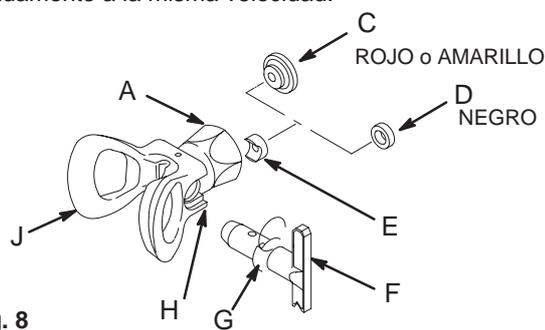
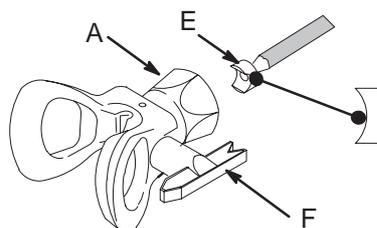

Fig. 8
Fig. 9
Descomprimir. Instalar una boquilla (F) de manera que la brida (G) en el cilindro encaje en las ranuras (H) en la base de la protección de la boquilla de pulverización (J). Véase la Fig. 8. Colocar el asiento (E) en un lápiz, con el lado curvo hacia afuera, tal como se muestra en la Fig. 9. Guiar el asiento dentro de la tuerca de retención (A) y girar el asiento hasta que esté a horcajadas en el cilindro de la boquilla de pulverización (F). Dejar caer la empaquetadura apropiada en el interior y empujarla hacia abajo. Si se utiliza la empaquetadura roja o amarilla (C) verificar que el lado plano esté hacia el lado externo del retén (A). Véase la Fig. 8. Enroscar la protección de boquilla de pulverización firmemente en la pistola, sujetándola en la posición deseada mientras se aprieta la tuerca de retención (A). NUNCA utilizar una llave para girar la protección de la boquilla de plástico (J) para evitar deteriorar la protección.
Verificar que la empuñadura de la boquilla de pulverización está en la posición FULL SPRAY (CHORRO TOTAL) antes de hacer funcionar la pistola. Véase la Fig. 8.